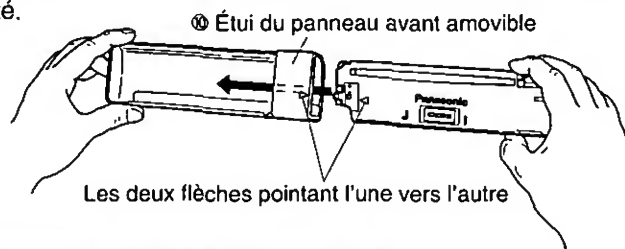

Fig.3
- ④ Tel qu'illustré à la figure 3, insérer le panneau avant dans l'étui, avec la flèche pointant vers l'étui, jusqu'à ce qu'un déclic se fasse entendre. Ranger le panneau dans l'étui. Le panneau peut alors être transporté en toute sécurité.